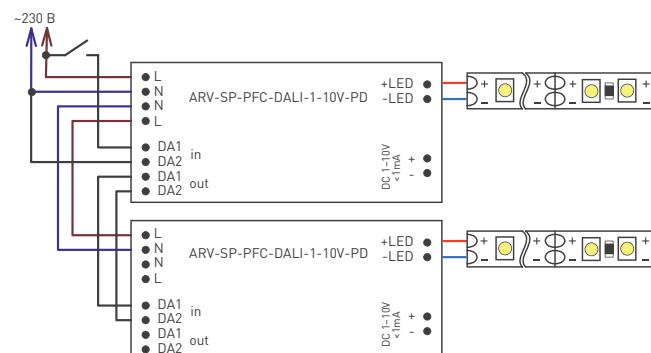

Рис. 2. Структурная схема соединения оборудования при использовании управления PUSH DIM
- 3.7. Если используется управление PUSH DIM, необходимо на клеммы DA1 и DA2 подавать напряжение сети ~230 В через кнопку [нефиксированный клаcшишный выключатель] с нормальными разомкнутыми контактами, включенную в разрыв фазного провода сети. Для этого подключите провод управления [DA2] к проводу N [«нуль»], а провод управления [DA1] через кнопку к проводу L [«фаза»]. Структурная схема подключения оборудования при управлении PUSH DIM показана на рис. 2.